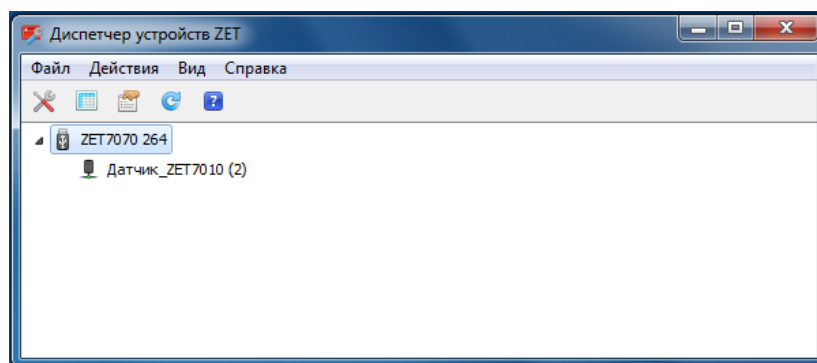

Рис.6
9. Активируя двойным кликом манипулятора «мышь» идентификаторы преобразователей интерфейса в окне программы «Диспетчер устройств ZET» убедитесь в наличии идентификаторов тех цифровых датчиков (Рис.6), которые подключены к соответствующим преобразователям интерфейса.